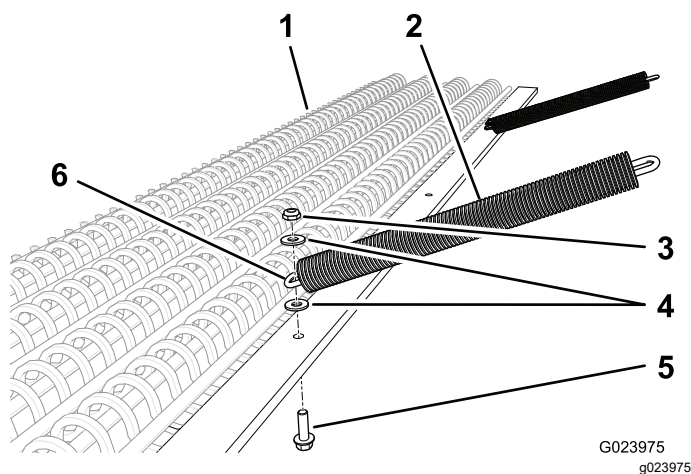

図 2
1. 各チェーンを、チェーンスリーブに通す 図 2。
3. チェーンをドラッグ・マットに固定する ボルト 3/8 x 1-1/4 インチ 1本、ワッシャ 2枚、ロックナット 1個を使用して 図 2 のように取り付ける。